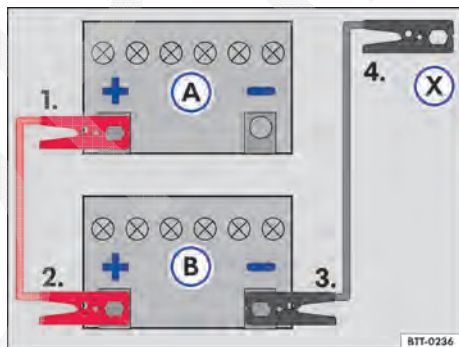

Fig. 147 Esquema para a conexão dos cabos auxiliares de partida: bateria do veículo descarregada (A) e bateria do veículo fornecedora de corrente (B).
Legenda para → Fig. 147:
- Conectar uma extremidade do cabo auxiliar de partida *vermelho* ao polo positivo → Fig. 147 ③ do veículo com a bateria do veículo descarregada ④ → ⚠.
- Conectar a outra extremidade do cabo auxiliar de partida *vermelho* ao polo positivo ⑤ da bateria do veículo fornecedora de corrente ⑥.
- Conectar uma extremidade do cabo auxiliar de partida *preto* ao polo negativo ⑦ da bateria do veículo fornecedora de corrente ⑧.
- Conectar a outra extremidade do cabo auxiliar de partida *preto* ⑨ no veículo com a bateria do veículo descarregada em uma peça maciça de metal aparafusada firmemente ao bloco do motor ou no próprio bloco do motor - porém não nas proximidades da bateria ⑩ → ⚠.